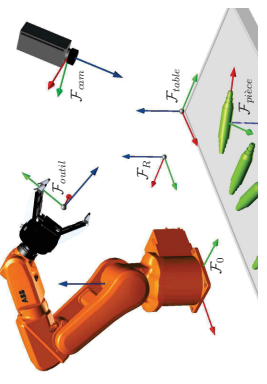

FIGURE 6.8 – Exercice 6.3.
6.3. Soit la cellule robotique montrée à la figure 6.8. Poser les équations qui permettraient de trouver les matrices homogènes demandées.